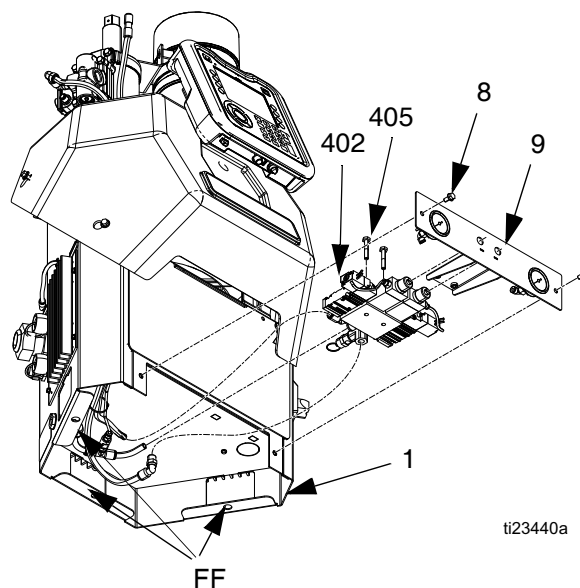
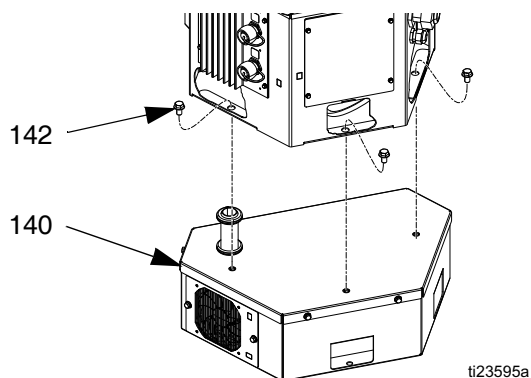

FIG. 50
FIG. 51
Demontering (se FIG. 50):
4. Ta bort luckan på framsidan (10) av elskåpet (1).
5. Ta bort transformatornheten; endast för 480 V system (se FIG. 51):
- b. Skruva bort de tre skruvarna (142) och ta bort InvisiPac-systemet från transformatornheten (140).
6. Använd en 3/8 tums hylsnyckel för att avlägsna de två skruvarna (8).
8. För in händerna genom öppningen (FF), se FIG. 50, i elektriska kapslingen och koppla sedan loss tryckluftsslangarna från magnetventilerna för luftregleringen (402).
10. Skruva bort de två skruvarna (405) som fäster solenoiderna (402) i luftstyrningsenheten (9) och ta bort luftstyrningssolenoiderna.
Återmontering (se FIG. 50):
1. Skruva fast magnetventilerna (402) i luftregleringsenheten (409) med två skruvar (405).
3. För in händerna genom öppningen (FF), se FIG. 50, i elektriska kapslingen och anslut sen tryckluftsslangarna till magnetventilerna för luftregleringen (402).
4. Skjut luftstyrningsenheten (9) på plats och fäst den i den elektriska kapslingen (1) med två skruvar (8).
5. För 480 V system, installera transformatornheten (140) med skruvar (142) och fäst transformatorkablar i anslutning J2 på AWB-kortet och huvudströmbrytaren.